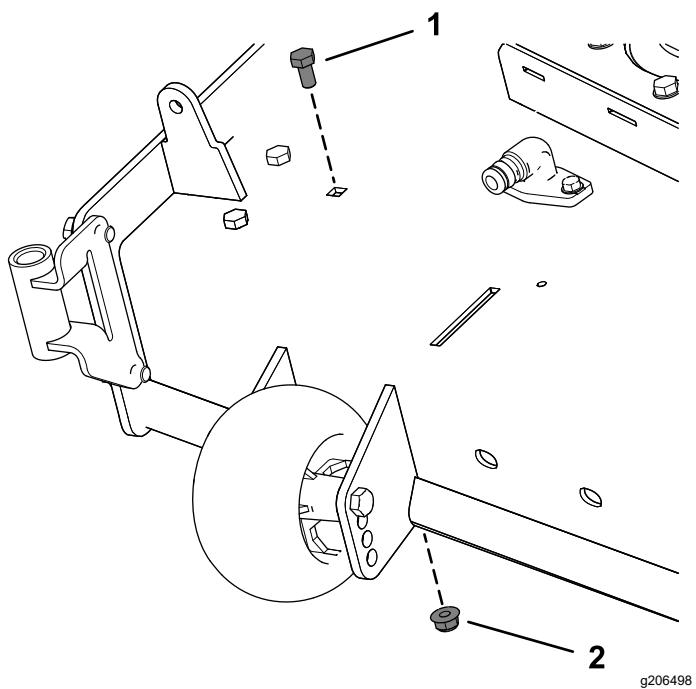

Figura 9
- Îndepărtați urubul și piulița existente de la puntea mainii de tuns iarba (Figura 9).
Pentru puntea mainii de tuns iarba de 137 cm, scoateți urubul și piulița aa cum se arată în Figura 9.